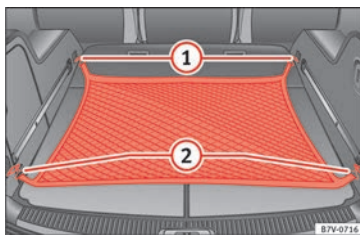

Fig. 98 En el maletero: red para equipaje colgada.
- Enganche la red para equipaje en las argollas de amarre » **fig. 98** ① y ②.
- Desenganche los ganchos de la red para equipaje de las argollas de amarre » **fig. 98**  con cuidado.